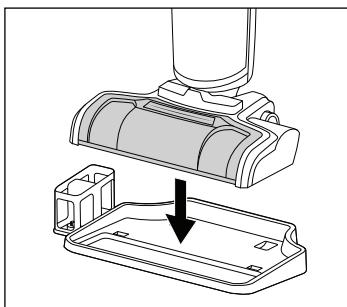

Abb. 45
- ♦ Stellen Sie das Gerät zur Aufbewahrung auf die Abstellschale **4** der Park- und Reinigungsstation (s. Abb. 45).